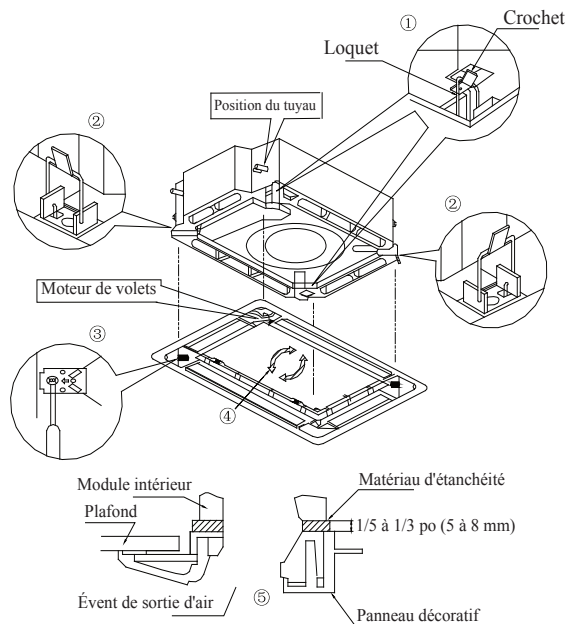

Figure 68 – Installation du panneau
- Placez le panneau sur le corps du module intérieur en faisant correspondre la position du moteur à volet oscillant de la position de la tuyauterie du panneau à la position de la tuyauterie du module intérieur (68).
- Réglez le panneau en le tournant vers la direction pointée par la flèche (consultez la figure 68) de sorte que le panneau se connecte au plafond de façon adéquate.